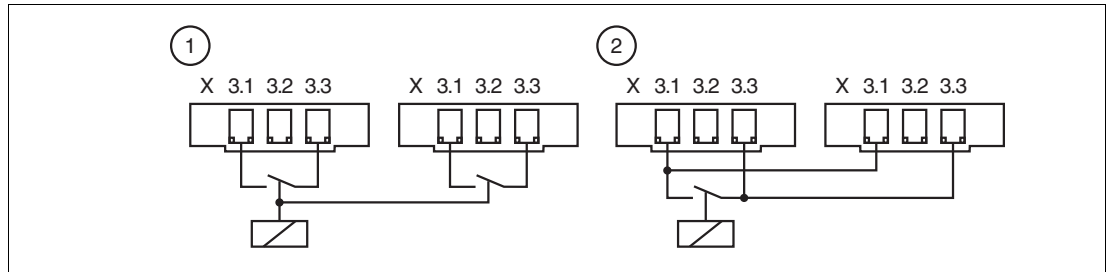

Abbildung 4.3 Steuereingang X3
- X3.1 bis X3.3 für externen potenzialfreien Kontakt, galvanisch getrennt von anderen Kontakten auf anderen Backplanes, siehe Abbildung 4.3, Position (1).